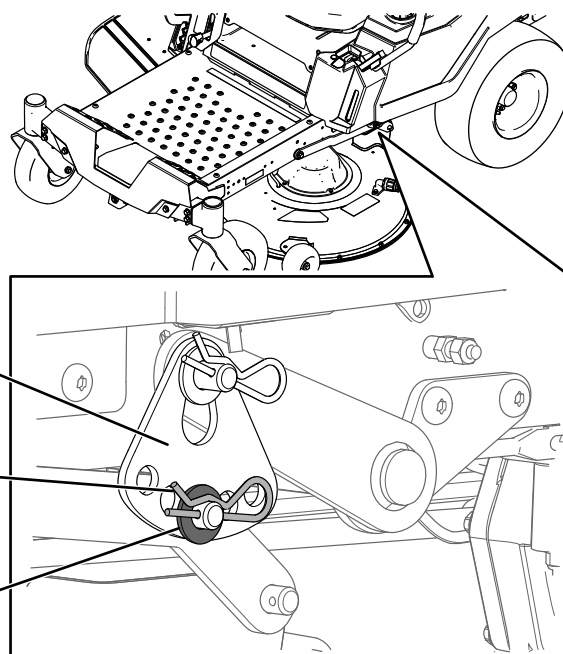

Figura 69
6. Retire la chaveta y la arandela del pasador del brazo de elevación inferior (Figura 69).